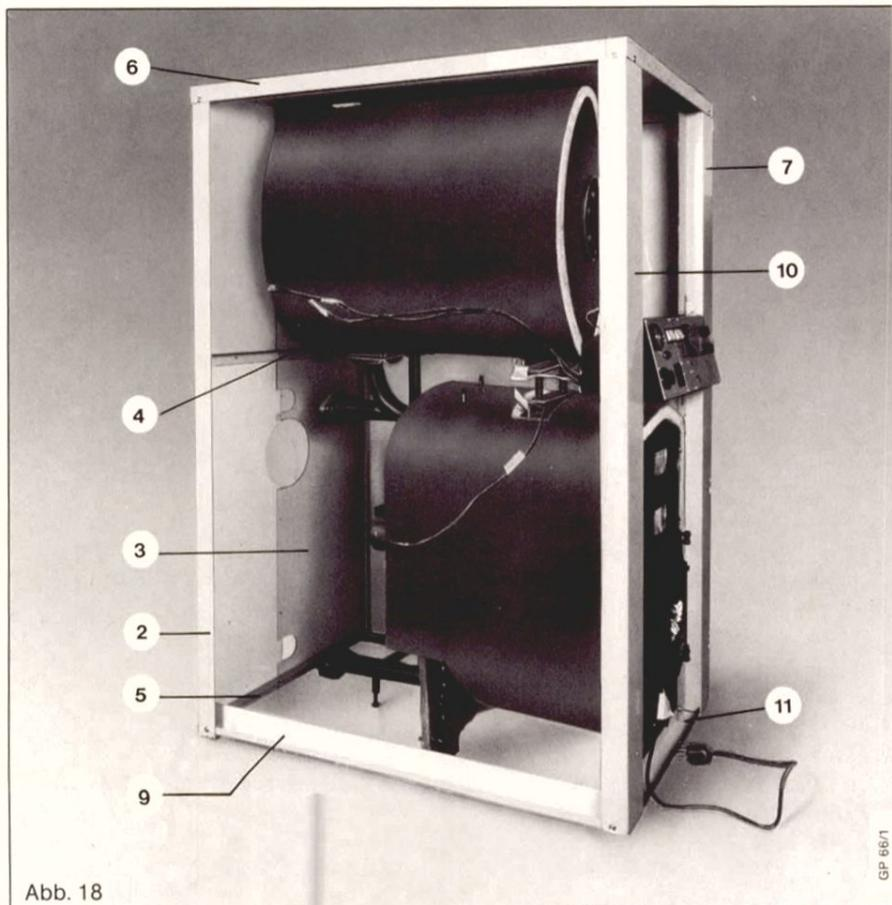

Abb. 18
Kapillarfühler entsprechend Abb. 18 von dem Kesselschalt-pult zu den entsprechenden Tauchhülsen führen. Fühler einstecken u. sichern. Die Griffe an den Seitenverkleidungssegmenten (1) mit Blechschrauben befestigen. Die Seitenverkleidungssegmente (1) einsetzen, zuletzt die Segmente mit dem Griff. Seitenverkleidungssegmente mit den Flügelschrauben leicht anziehen.